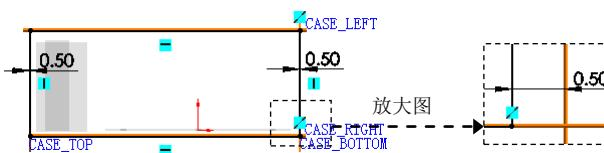

图 17.4.4 草图
Step2. 完成上步操作后，系统将自动选择“草图绘制”命令。选择 CASE_BACK 为草图平面，绘制图 17.4.4 所示的草图。